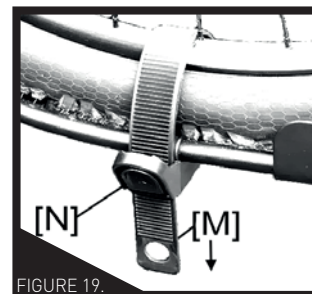

FIGURE 19.
1. Relâchez les sangles du plateau de roue [Fig 19] en tirant sur l'extrémité de la languette [A] tout en appuyant sur la languette de dégagement [B], coinciez la sangle derrière la roue arrière. Tirer sur la sangle permet de libérer la boucle.